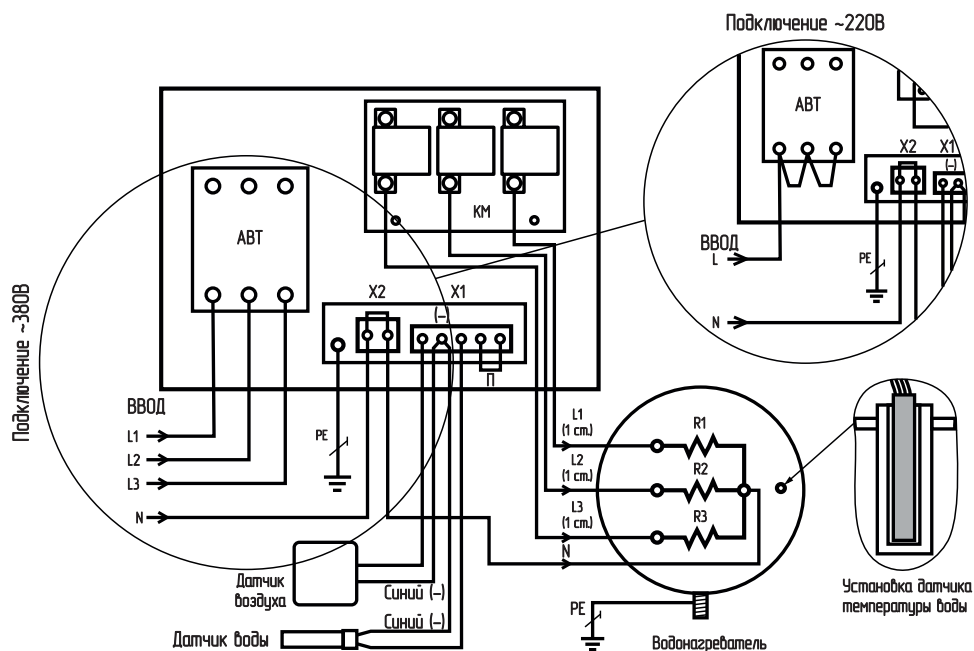
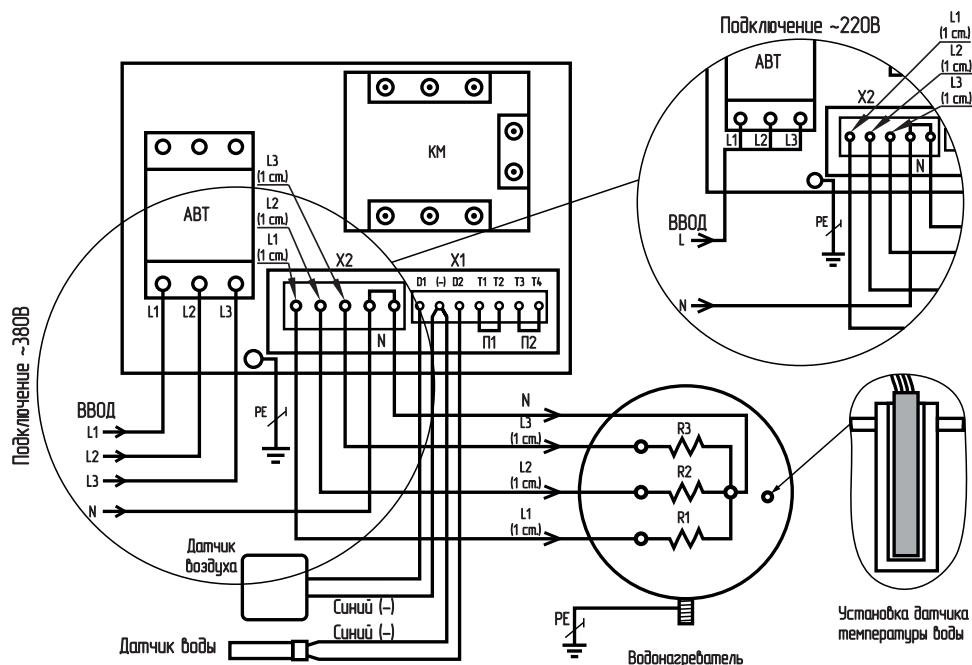

Рис.2 Схема подключения ПУ ЭВТ мощностью до 15 кВт
Рис.3 Схема подключения ПУ SSR мощностью до 9 кВт и до 15 кВт
- Эксплуатация панели управления должна осуществляться только при условии ее подключения в соответствии со схемой подключений (**Рис.1; Рис.2; Рис.3**);
9. Подключите панель к питающей сети кабелем соответствующего сечения, исходя из номинальной мощности котла или ТЭНБ, согласно схеме подключений (**Рис.1; Рис.2; Рис.3**) настоящей инструкции по эксплуатации. Для обеспечения надёжного контакта, места присоединения проводов необходимо тщательно затягивать. Ввод кабелей и проводов осуществляется с учетом сохранения степени защиты панели.
10. При подключении панели управления к однофазной сети переменного тока соедините вместе клеммы L1, L2, L3 вводного автомата и подключите их к фазному проводу питающей сети. Нулевой провод питающей сети подключается согласно схеме (**Рис.1; Рис.2; Рис.3**).
- Поместите в него датчик до упора, предварительно смазав термопастой (**Рис.1; Рис.2; Рис.3**);
- Подключите датчики к монтажной колодке X1 в соответствии со схемой (**Рис.1; Рис.2; Рис.3**), обращая особое внимание на полярность датчиков. Провода датчиков синего цвета, помеченные знаком (-) подключаются на клемму колодки X1, помеченную знаком (-) (**Рис.1; Рис.2; Рис.3**). Датчики подключаются медными проводами сечением 0,5-0,75 мм² необходимой длины. При длине провода более 10 метров желательно использовать провода, свитые в пары (не более 50 метров);
12. Подключите панель к котлу или твердотопливному котлу с установленным ТЭНБ, согласно схеме подключений (**Рис.1; Рис.2; Рис.3**) кабелем соответствующего сечения, исходя из номинальной мощности котла или комплекта ТЭНБ;
13. Выполните заземление (защитное зануление) корпуса панели, в соответствии со схемой подключений (**Рис.1; Рис.2; Рис.3**).
- Нулевой рабочий провод сети (N) должен подсоединяться к колодке X2 «НЕЙТРАЛЬ» внутри панели и к общему проводу ТЭН котла или ТЭНБ;
- Подключить внешний термостат к монтажной колодке X1 вместо перемычки (П) **Рис.1; Рис.2** или (П1) **Рис.3** для ПУ ЭВТ SSR до 9 и до 15 кВт.
Внимание! В случае отсутствия перемычки (П или П1 для ПУ ЭВТ SSR до 9 и до 15 кВт) или срабатывания внешнего термостата, подключенного вместо перемычки к колодке X1 (**Рис.1; Рис.2; Рис.3**) устройство будет отключено.
- Подключить датчик перегрева теплоносителя к монтажной колодке X1 вместо перемычки (П2) **Рис.3**.
Внимание! В случае отсутствия перемычки (П2) или срабатывания датчика перегрева теплоносителя, подключенного вместо перемычки к колодке X1 (**Рис.3**) устройство будет отключено.